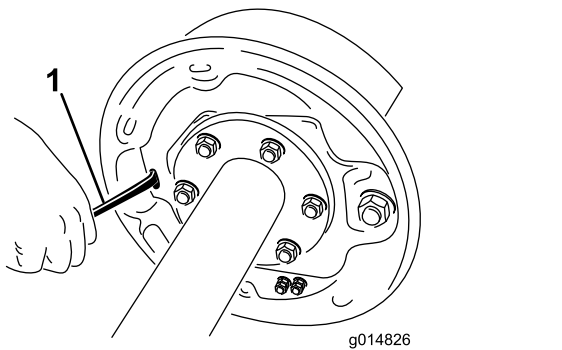

Figura 63
4. Com uma chave de fendas, gire a roda em estrela do conjunto de ajuste para alargar os calços do travão (Figura 63).